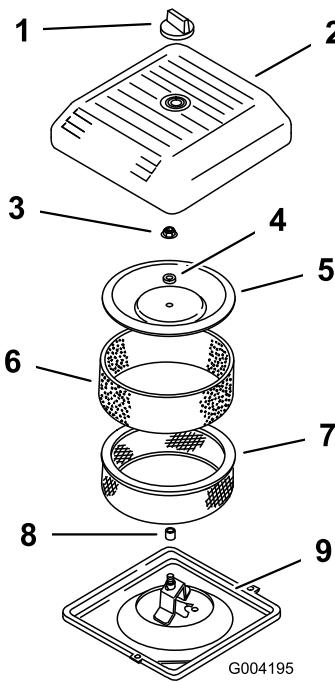

Figura 155
3. Desenrosque el pomo y retire la tapa del limpiador de aire (Figura 155).
4. Deslice cuidadosamente el pre filtro de gomaespuma para separarlo del elemento de papel (Figura 155).
5. Desenrosque la tuerca de la tapa y retire la tapa, el espaciador y el filtro de papel (Figura 155).